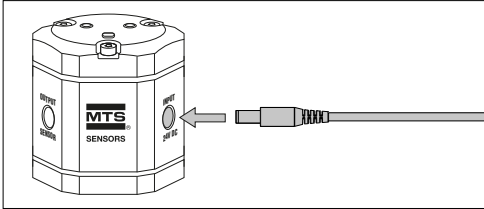

Abb. 6: Anschluss der Spannungsversorgung an den TempoLink Sensorassistenten
Stecken Sie den Hohlstecker für die Spannungsversorgung ② in die Buchse „INPUT 24VDC“ am TempoLink Sensorassistenten (Abb. 6)